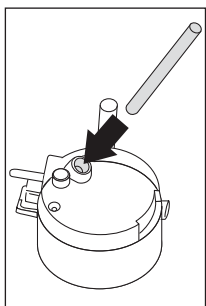

Fig. 31
- ▶ Asigurați-vă că tubul de aspirație este introdus corect în garnitura de cauciuc (Fig. 31). După aceea puneți la loc capacul recipientului de lapte.